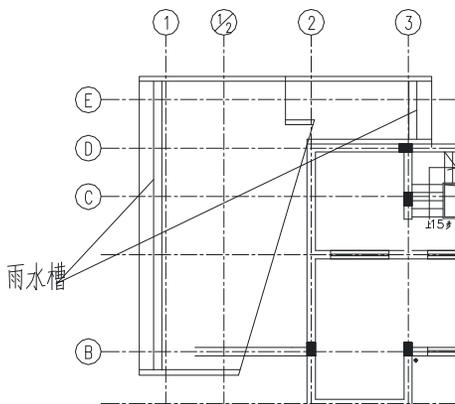

图 9-2-21
**STEP 12** 参照上面绘制瓦檐的方法即先绘制直线并将其移动，绘制瓦檐上雨水槽。如图 9-2-21 所示。